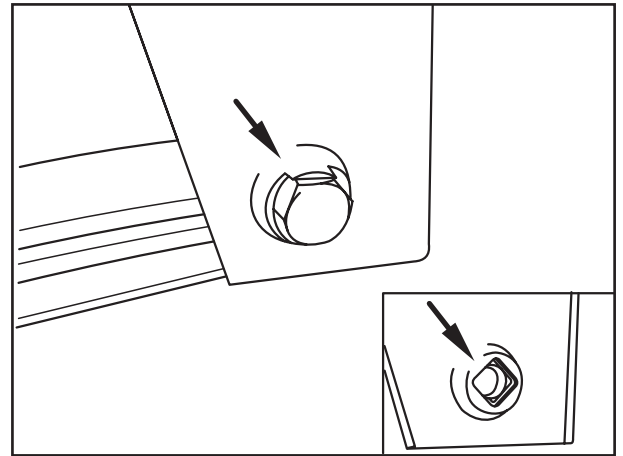

Fig. 13
-  - Seit 1989 haben die Einschweißbuchsen in den Stahl-Stützen eine Verdrehsicherung für den Federbolzenkopf (Fig. 13/Pfeil).
-  - Seit 1995 haben die Einschweißbuchsen eine Vierkant-Verdrehsicherung für den Federbolzenkopf (Fig. 13/Pfeil).
-  - Since 1989 the welded bushes in the steel hanger brackets have a locking device for the spring pivot bolt head (Fig. 13/arrow).
-  - The weld-in bushes have had a square anti-rotation lock for the spring bolt head (Fig. 13/arrow) since 1995.
-  - Depuis 1989 les douilles soudées placées dans les mains en acier comportent une sécurité de torsion d'axe de ressort (fig. 13/flèches).
-  - Depuis 1995, les douilles soudées comportent une sécurité de torsion carrée pour la tête du boulon de ressort (Fig. 13/flèche).